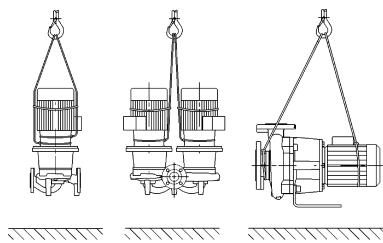
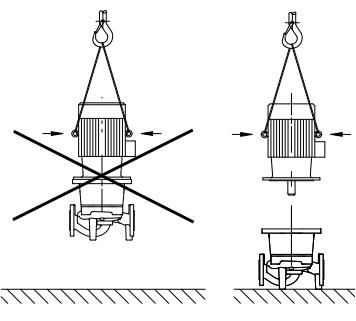

Fig. 7: Transport der Pumpe
Fig. 8: Transport des Motors
3.2 Transport für Montage-/ Demontagezwecke	<p>WARNUNG! Gefahr von Personenschäden! Unsachgemäßer Transport kann zu Personenschäden führen.</p> <ul style="list-style-type: none"> • Der Transport der Pumpe ist mittels zugelassener Lastaufnahmemittel (z. B. Flaschenzug, Kran etc.) durchzuführen. Sie sind an den Pumpenflanschen und gegebenenfalls am Motor-Außendurchmesser (Sicherung gegen Abrutschen erforderlich!) zu befestigen. • Zum Anheben mit dem Kran muss die Pumpe wie dargestellt mit geeigneten Riemen umschlungen werden. Die Riemen um die Pumpe in Schlaufen legen, die sich durch das Eigengewicht der Pumpe festziehen. • Die Transportösen am Motor dienen dabei nur zur Führung bei Lastaufnahme (Fig. 7). • Die Transportösen am Motor sind nur zum Transport des Motors, nicht aber der ganzen Pumpe zugelassen (Fig. 8).